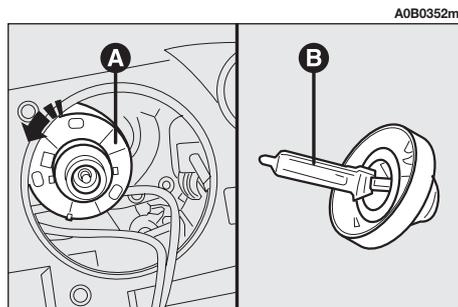

Abb. 26
- Den Ring (**A, Abb. 26**) entgegen dem Uhrzeigersinn drehen und herausziehen.
- Die Xenonlampe (**B, Abb. 26**) herausnehmen.